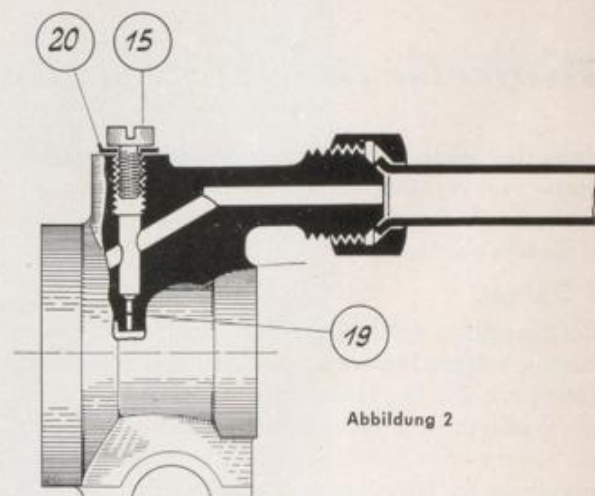

Abbildung 2
Hier trifft dasselbe zu, wie unter Membran-Ventil für Kocherbrenner beschrieben. Sollten beim Backofenbrenner die Flammen bei der Kleinstellung zu klein brennen oder sogar verlöschen, so ist die Kleinstellbohrung im Membran-Hahn zu reinigen. In diesem Falle ist die nach Abheben der Herdplatte sichtbare Schraube (15) am Backofenventil herauszudrehen, die Unterlagsscheibe (20) zu entfernen und die dadurch freiwerdende Bohrung (19) mit einem dünnen Kupferdraht zu reinigen. Beim Eindrehen der Verschlusschraube (15) ist die Dichtungsscheibe (20) mit unterzulegen. (Siehe Abbildung 2)